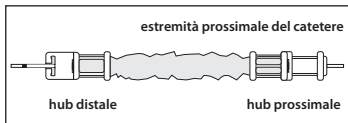

Figura 4
- ⊖ Inserire la punta del catetere prescelto attraverso l'estremità prossimale del sistema di protezione anti-contaminazione per catetere. Far avanzare il catetere nella cannula e nell'hub sull'altra estremità (vedere Figura 4).